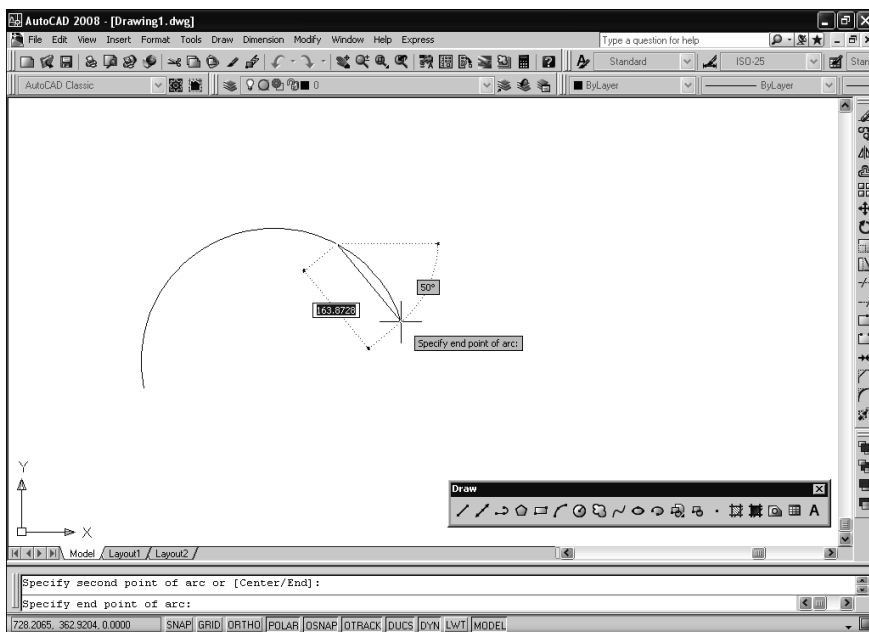

Рис. 2.21. Вычерчивание дуги по трем произвольным точкам чертежа
5. Задайте конечную точку (рис. 2.21). Как только вы зададите конечную точку, дуга будет вычерчена, а выполнение команды завершится.